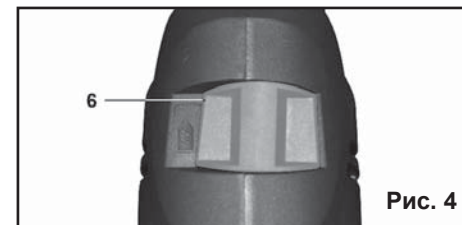

Рис. 4
9.2.5. Установите переключатель режимов работы (6) в положение «сверление с осевым ударом» как показано на Рис.4.